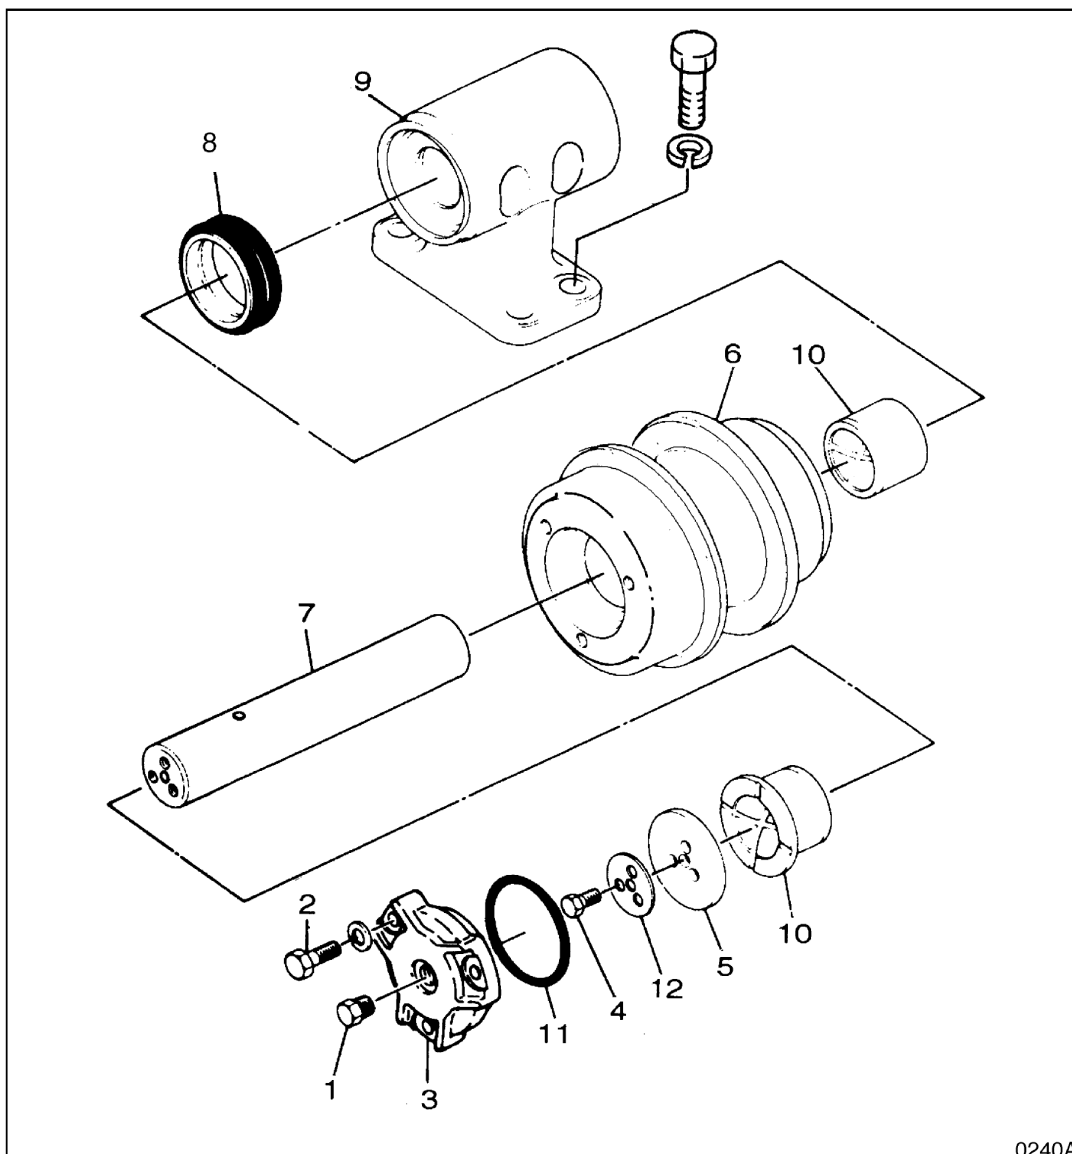
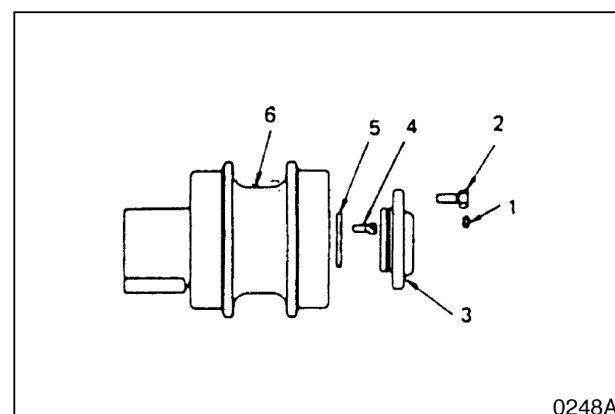

Рис. 38
Рис. 47
3. Установите ось, шайбу (5, рис. 47) и болт (4).
4. Установите групповое уплотнение (8, рис. 38) на каток (6, рис. 47) и крышку (3).
5. Установить уплотнительное кольцо (11, рис. 47) на крышку. Подсоедините крышку (3) и болт (2) к катку.